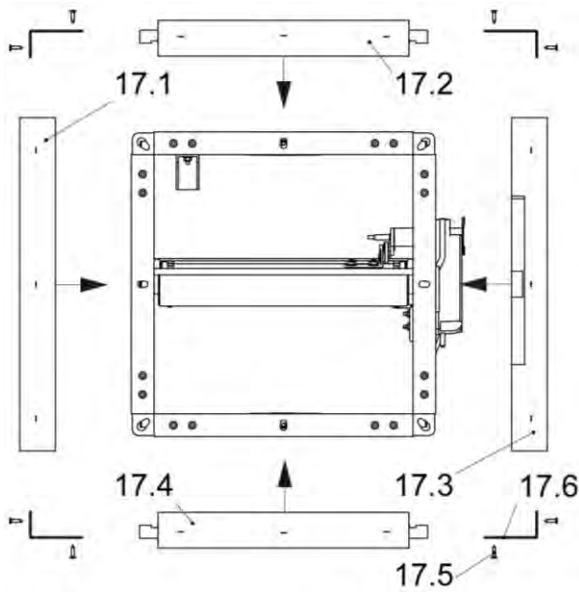

Abbildung 115: BKA-EN mit Einbaurahmen Typ ER-A1 (lose)
Ist der Einbaurahmen Typ ER-A1 als Bausatz lose bestellt bzw. geliefert worden, muss dieser noch anhand nachfolgender Anleitung an der BKA-EN (s. Abbildung 115) montiert werden. Um Beschädigungen bei der Montage des Einbaurahmens Typ ER-A1 an den Bauteilen zu vermeiden, muss eine geeignete Unterlage (z.B. Karton, Palette etc.) verwendet werden, auf der die Brandschutzklappe bei der Montage gestellt wird. Sämtliche zur Verschraubung benötigten Bohrungen sind werkseitig am Einbaurahmen Typ ER-A1 vorgebohrt, es müssen keine weiteren Bohrungen mehr vorgesehen werden. Der Einbaurahmen Typ ER-A1 darf nicht direkt mit dem Gehäuse der Brandschutzklappe verschraubt werden.
- Die Brandschutzklappe auf den Flansch der Bedienseite (BS) stellen.
- Umlaufend um das Gehäuse der BKA-EN (Pos. 1) werden entsprechend der Abbildung 115 die beiden B- sowie H-Teile (Pos 17.1 - 17.4) positioniert.